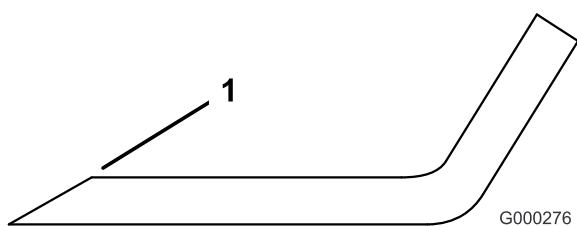

**Figura 87**
2. Examine cuidadosamente los extremos de corte de la cuchilla, sobre todo en el punto de reunión entre la parte plana y la parte curva de la cuchilla (Figura 87).
**Nota:** Puesto que la arena y cualquier material abrasivo pueden desgastar el metal que conecta las partes curva y plana de la cuchilla, compruebe la cuchilla antes de utilizar el cortacésped. Si se aprecia desgaste (Figura 87), cambie la cuchilla.